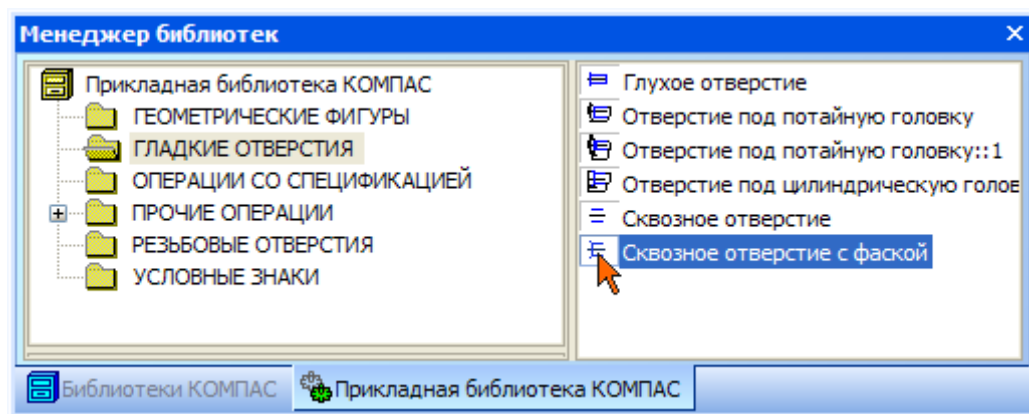

Рисунок 29.
- Двойным щелчком мыши запустите функцию Сквозное отверстие с фаской (рис. 29).